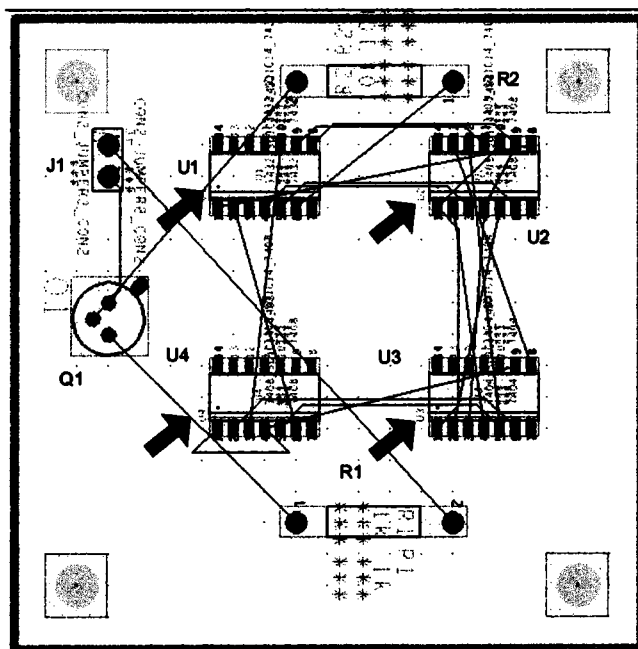

Рис. 21.22. Плата с размещенными компонентами
6. Повторите шаги 2–5, пока все компоненты, доступные в диалоговом окне Placement, не будут размещены в окне дизайна, как показано на рис. 21.22. Обратим ваше внимание на то, что показанное расположение компонентов на плате будет соответствовать итоговому виду разводки. Рекомендуем вам выполнить такое же расположение с учетом положения первых выводов, обозначенное точками на корпусах и показанное стрелками на рис. 21.22.